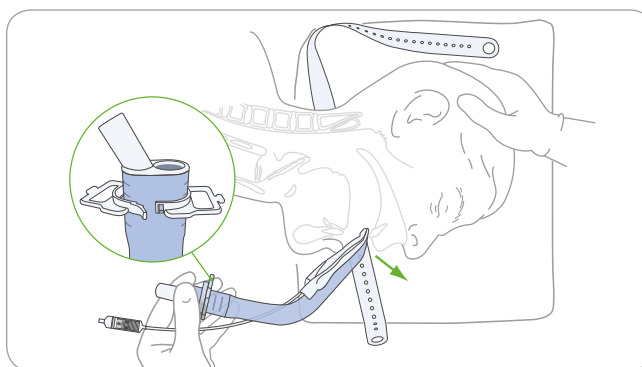

Figura 9. Apăsați vârful măștii pe palatul dur
5. Așezați suportul peste secțiunea opritorului ocluzal astfel încât suprafața plată a flanșei să fie îndreptată spre pacient și poziționați suportul la mijlocul distanței de-a lungul opritorului ocluzal FĂRĂ A-L BLOCA, așa cum este ilustrat în **Figura 9**. Pentru ușurința utilizării, se recomandă ca suportul să fie astfel orientat încât, la introducere, clema suportului să fie îndreptată spre nasul pacientului.
7. Țineți dispozitivul exact așa cum este ilustrat în **Figura 9**.